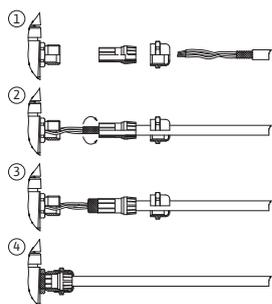

Fig. 25: Apantallamiento
El apantallamiento se conecta con el pasamuros del módulo electrónico. Véase la Fig. 25.
Los cables de las entradas digitales, analógicas y de comunicación por bus deben estar apantallados por el prensaestopas metálico del pasamuros (Fig. 19, Pos. 4, 5 y 6). Véase el apantallado en la Fig. 25.
1. Abra los ganchos (Fig. 25) con cuidado utilizando una herramienta (p. ej. destornillador).